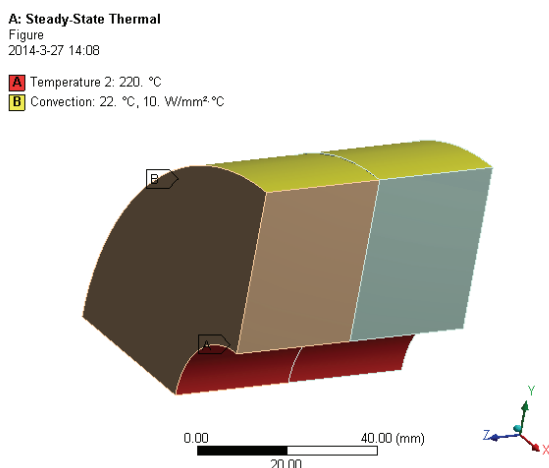

图 22-13 边界条件示意图
6) 选择 Mechanical 界面左侧 Outline 树结构图中的 Static-state Thermal (A5) 选项, 查看设置的边界条件, 如图 22-13 所示。